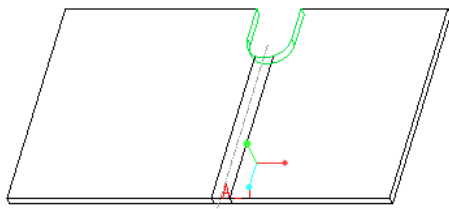

图 1-265 完成一个钣金件切口
(4) 深度选项默认为（拉伸至下一曲面），接着单击（完成）按钮，得到的钣金件切口如图 1-265 所示。